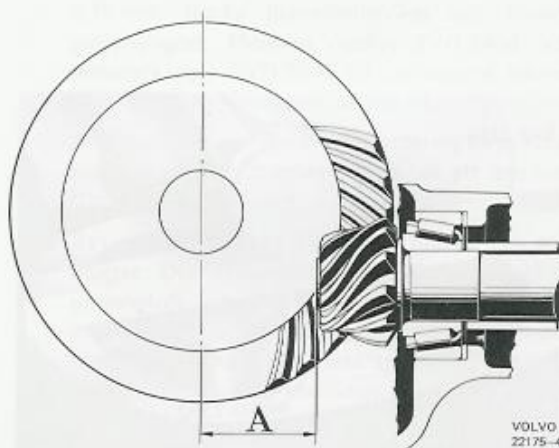

Bild 46. Pinjongens läge
2. Pinjongen skall ha ett visst nominellt mått (A bild 46) till kronhjulets centrumlinje. På grund av toleranser i tillverkningen uppstår avvikelser från det nominella måttet.